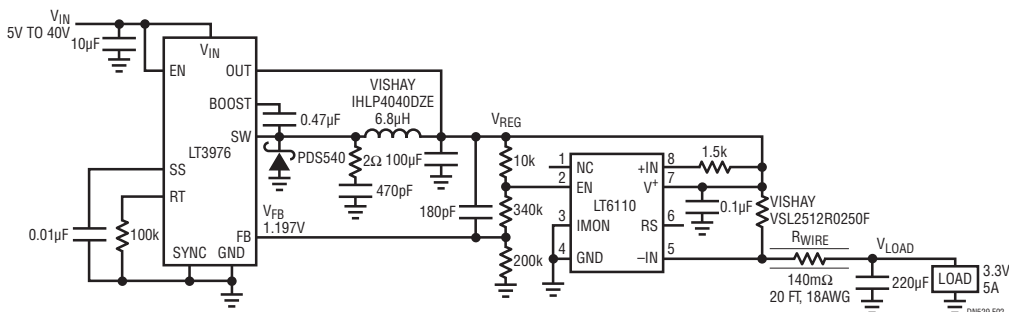

図 2. 離れた場所にある高電流負荷のレギュレーション例
3.3V、5A 降圧レギュレータと LT6110 で構成されるケーブル / ワイヤ電圧降下補償システムを図 2 に示します。ここでは、20 フィート長の 18 AWG 銅線を介して接続された負荷の電圧レギュレーションを行います。降圧レギュレータの出力電流は 5A であるため、外付けの R_{SENSE} を使用する必要があります。
140mΩ のワイヤ抵抗と 25mΩ の R_{SENSE} を通る最大 5A の I_{LOAD} では、825mV の電圧降下が生じます。負荷電圧 (V_{LOAD}) を補償するには、 $0A \leq I_{LOAD} \leq 5A$ の間で、 $I_{OUT} \cdot R_{FA}$ が 825mV に等しくなる必要があります。設計上の選択肢は 2 つあります。1 つは I_{OUT} を選択して R_{FA} 抵抗を計算することです。もう 1 つは非常に低い電流に対応するレギュレータの帰還抵抗を設計し、 I_{OUT} を設定する R_{IN} 抵抗を計算することです。通常、 I_{OUT} は 100μA に設定されます (I_{OUT} の誤差は 30μA ~ 300μA で ±1%)。図 2 の回路において、帰還経路の電流は 6μA ($V_{FB}/200k$) で、 R_{FA} 抵抗は 10k であり、 R_{IN} 抵抗は $I_{OUT} \cdot R_{FA} = 825mV$ に設定するよう計算する必要があります。
LT6110 で負荷レギュレーションを通常のレベルで向上させるのに、 R_{WIRE} を正確に見積もる必要はありません。負荷レギュレーションの誤差は、ワイヤ / ケーブル抵抗による誤差と LT6110 補償回路による誤差の積です。たとえば、図 2 の回路を使用すると、 R_{SENSE} と R_{WIRE} の計算誤差が 25% であっても、LT6110 により V_{LOAD} の誤差は 6.25% まで低減できます。